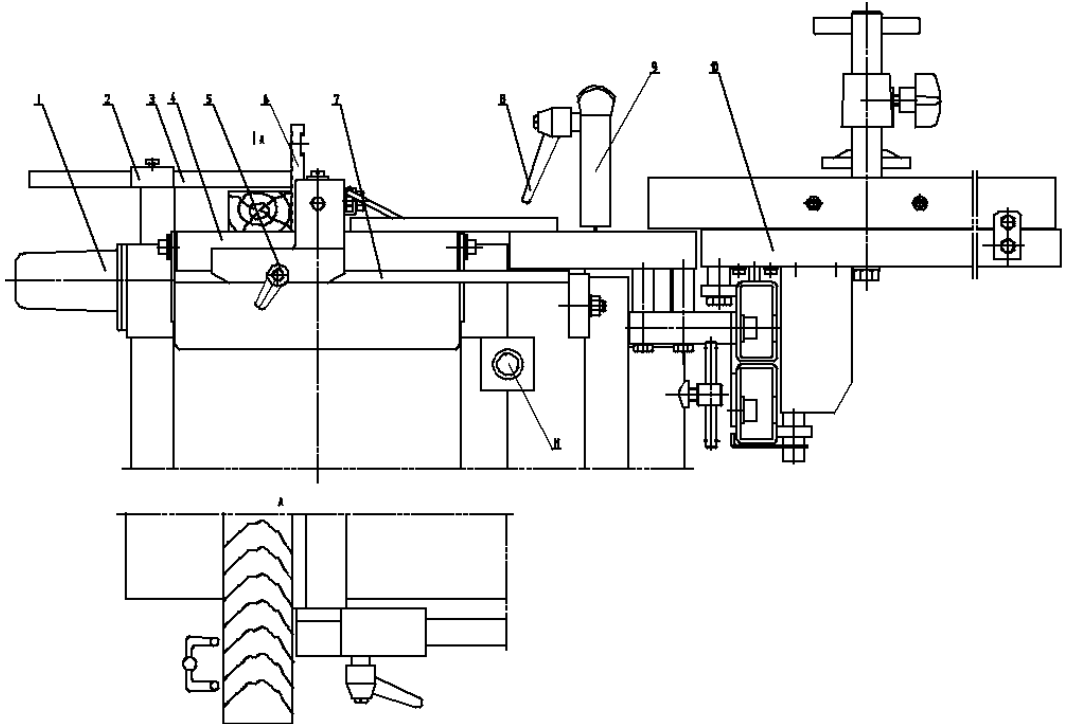
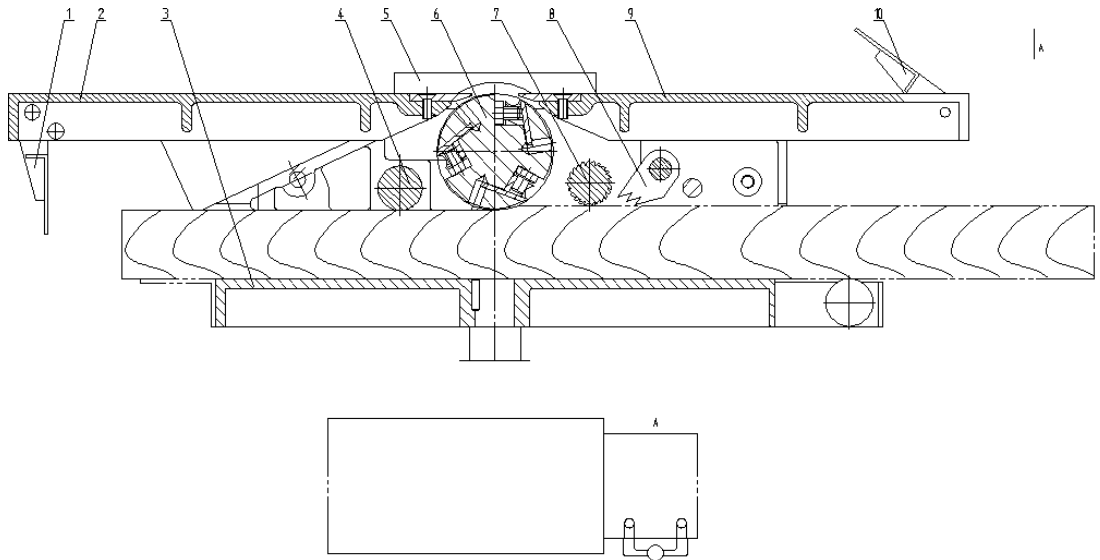

Рис.9
Рис.11
### Строгание поверхности (Рис.9)
Предупреждение: Поверните гладкую поверхность направляющей 7 влево (Рис.9) для демонтажа пилы, сверла и кожуха фрезы. Установите кожух пилы и крышку вала. Переведите кнопку 1 в положение R (Рис.14).
- Оператор во время работы занимает положение, указанное на Рис. 9.
- В случае внезапной неполадки или несчастного случая нажмите кнопку Е (11).
**Строгание под давлением (Рис.11)**
- Выньте сверло и пильное полотно (диск), установите кожух шпинделя 1 и крышку 9 (Рис.9)
- Оператор должен находиться в позиции, указанной на Рис.11.
- Снимите лезвие пилы, поставьте крышку 9, как показано на Рис. 9. Закройте вал направляющей 3.
- Снимите кожух вала 1 (Рис.9).